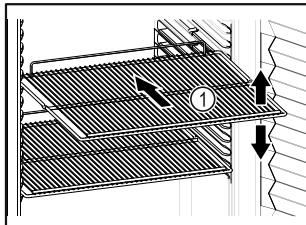

Fig. 59 Shembull ilustrues
- Nëse rafjet me rrjetë Fig. 59 (1) mund të zhvendosen, atëherë përshtatini sipas lartësisë.